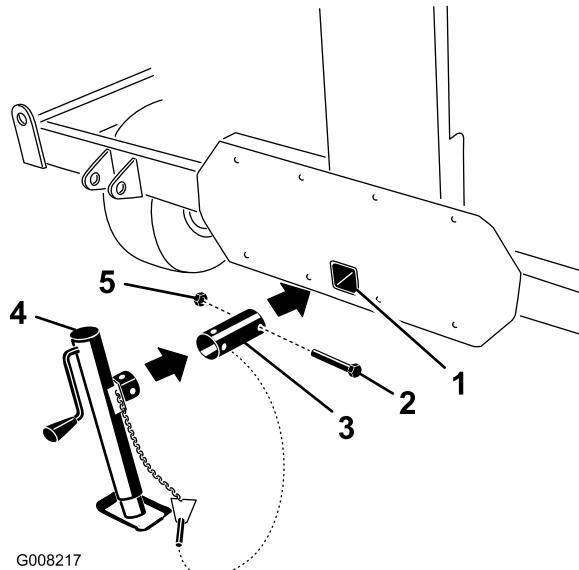
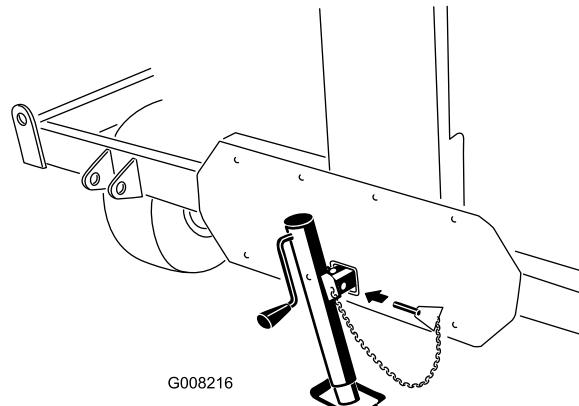

Figura 8
Figura 9
2. Insira o tubo do macaco no orifício de montagem da barra de reboque (Figura 8).
4. Utilizando o parafuso e a porca previamente retirados, fixe o tubo ao processador core (Figura 8).
5. Faça deslizar o contra-eixo até ao tubo, alinhe os orifícios de montagem e segure com o pino de sujeição (Figura 8 & Figura 9).